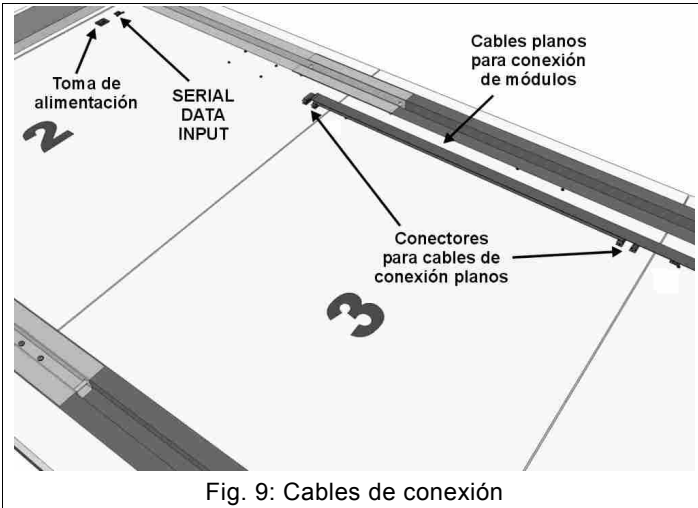
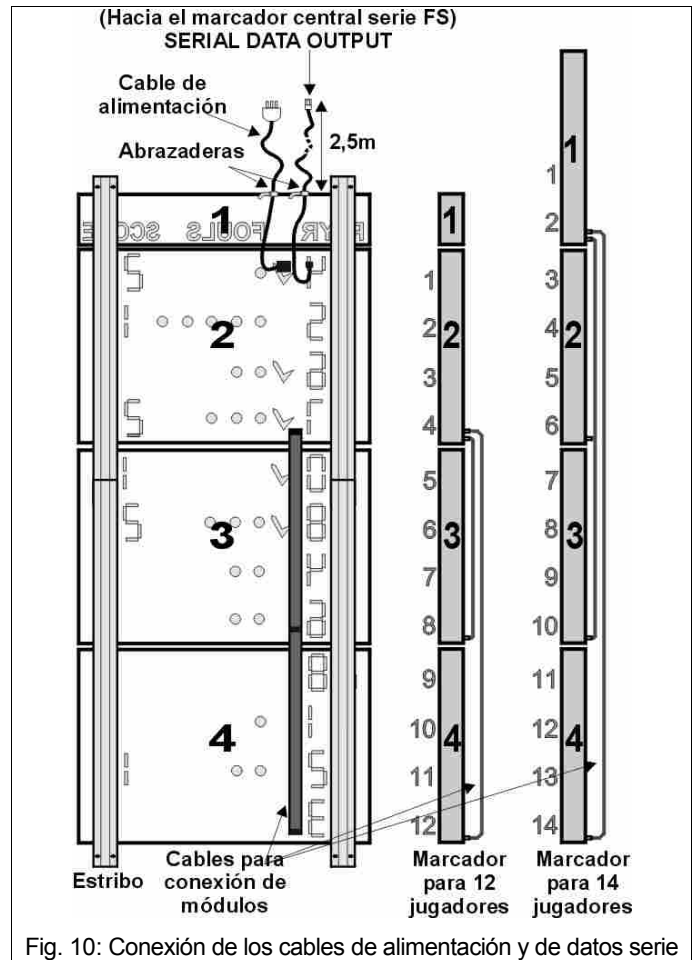

Fig. 9: Cables de conexión
Fig. 10: Conexión de los cables de alimentación y de datos serie
Después de ensamblar los módulos de un marcador con los estribos de montaje, pueden ser conectados eléctricamente. Los módulos del marcador llevan detrás los conectores siguientes (Fig. 9):
1. Conecte el módulo de arriba a los otros módulos del marcador (Fig. 9, Fig. 10) usando los cables planos.
2. Enchufe el cable de alimentación en la toma correspondiente; sujete el otro extremo del cable en la parte alta del marcador (Fig. 10) con una abrazadera. Con esto se pretende facilitar el acceso del enchufe fijándolo encima del marcador después de haber instalado éste último en la pared.
3. Con cada marcador de faltas-tanteos se suministra un cable de 3 m, que debe ser enchufado en el conector "SERIAL DATA INPUT"; deje unos 2,5 m de cable libre para sujetarlo encima del marcador con la abrazadera (Fig. 10). Esto facilita la conexión del cable serie de transmisión de datos después de colgar el marcador en la pared.